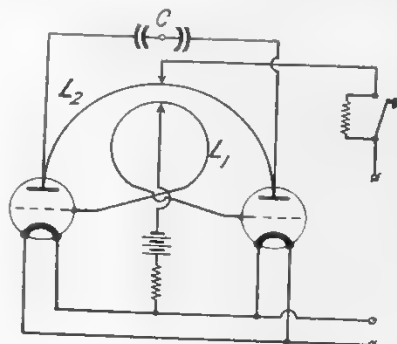

Рис. 1. Схема Икклыва-Мени.
**Ц**ЕЛЬ настоящей статьи — дать краткое описание тех проверенных на практике конструкций передатчиков и приемников для ультракоротких волн, с которыми экспериментирует группа любителей коротковолновых радиокружков клуба им. Астахова. Первый передатчик на волны около 3 м был построен нами по хорошо известной всем коротковолновикам схеме Икклыва-Мени (рис. 1).
Колебательный контур в цепях сетки и анода образуется здесь из витка около 10—12 см диаметром, посеребренного 2-мм провода и внутренней емкости лампы. Изменение длины волны достигается сменой витков и в небольших пределах конденсатором  $C$  (рис. 1). Настраивается он при помощи длинной обмоточной палочки, вставленной в отверстие однополюсной штепсельной вилки, на которой зажата и вращается подвижная часть конденсатора.